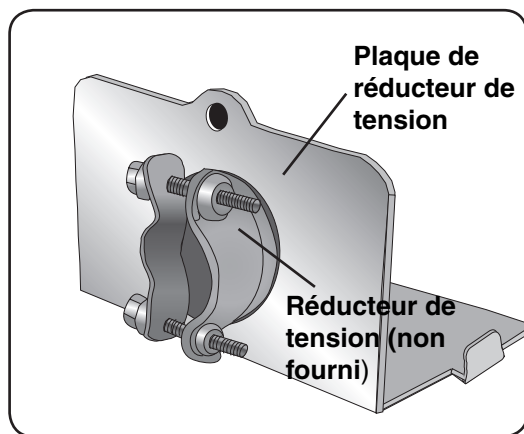

Figure 30
- 1 Retirer la plaque de réducteur de tension et installer un réducteur de tension (non fourni) sur l'ouverture de la plaque de réducteur de tension. **REMARQUE :** Orienter le réducteur de tension comme à la figure 30.